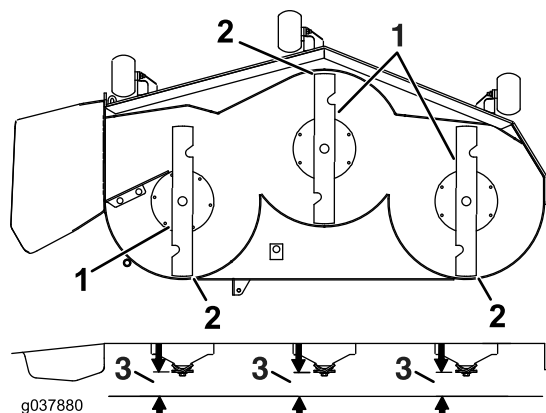

Figura 87
7. Verificarea planeității lamei față-spate (Figura 87). Asigurați-vă că vârful lamei față este mai coborât decât vârful lamei spate, aa cum este ilustrat în tabelul privind înălțimea blocului i cuitul pentru tuns. Dacă sunt necesare reglaje, continuați cu această procedură.